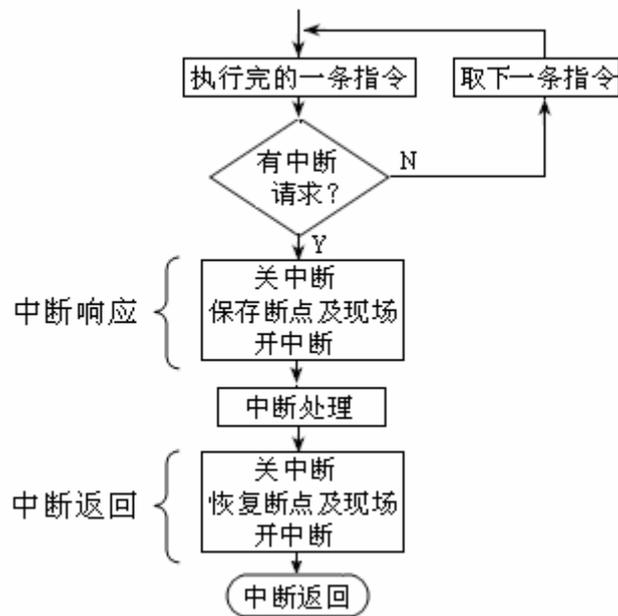

图 3-1 中断响应及处理的流程图
⑥中断响应——中断响应必须在一条指令执行结束之后，否则没有机会再去执行那未执行完的指令，因为 PC 已指向下一条指令的地址。中断响应要做的事情是“保存断点”（或许还有某些寄存器数据）并将“中断处理程序的入口地址”装入 PC。以上操作由系统自动完成，程序员涉及不到。
⑦中断处理程序——处理中断请求的子程序，由于该子程序会用到一些寄存器，而这些寄存器中的数据（现场）将来中断返回时还要使用，因此应当先保存好，一般进栈保存；然后才是中断处理程序主体，之后通过出栈恢复现场，中断处理程序的最后一条指令“RETI”将“断点装入 PC”实现返回断点。中断响应及处理的流程图如图 3-1。